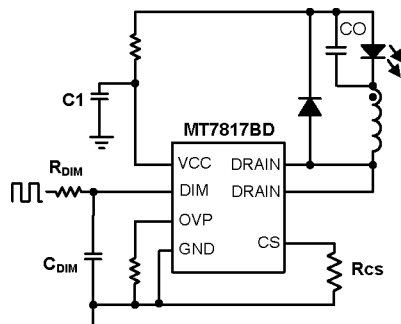

Рис. 1 Настройка аналогового диммирования
- 2) Использование сигнала ШИМ для генерации аналогового сигнала путем подключения фильтра нижних частот RC к выводу DIM. См. рис. 1.
Рекомендуется установить R_{DIM} менее 10К, чтобы настроить C_{DIM} для достижения фильтрации ШИМ. Соотношение между частотой затемнения сигнала ШИМ и частотой среза $R_{DIM} \times C_{DIM}$ должно быть больше 300. См. рис. 1.